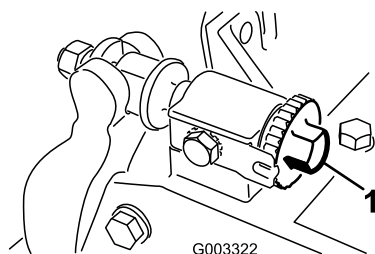
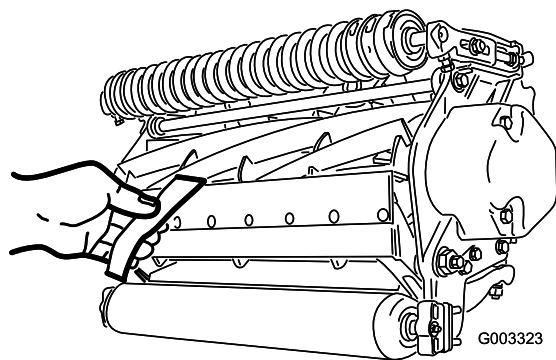

Figura 12
Figura 13
1. Coloque a máquina numa superfície de trabalho plana e nivelada. Não deixe que haja contacto com o cilindro, rodando os parafusos de ajuste da barra de apoio no sentido contrário ao dos ponteiros do relógio (Figura 12).
Importante: Certifique-se de que as porcas nos parafusos da extremidade traseira da barra de apoio não estão apoiadas na superfície de trabalho (Figura 12).
3. Numa das extremidades do cilindro, introduza uma tira de jornal entre o cilindro e a lâmina de corte (Figura 13). Enquanto roda ligeiramente o cilindro para a frente, rode o parafuso de ajuste da barra de apoio (Figura 12) no sentido dos ponteiros do relógio na mesma extremidade do cilindro, uma posição de cada vez, até que o papel esteja ligeiramente apertado, quando inserido pela parte dianteira, paralela à lâmina de corte. Quando puxar o papel, sentirá uma ligeira pressão.
5. Depois de ajustar, verifique se o cilindro aperta o papel quando este for inserido pela frente e se corta o papel quando este for inserido num ângulo recto, relativamente à lâmina de corte (Figura 13). Deve ser possível cortar o papel ao mínimo contacto com a lâmina de corte e as lâminas do cilindro. Se for evidente contacto/pressão excessivos será necessário voltar a polir a unidade de corte para obter pontas afiadas, imprescindíveis para um corte de precisão (consulte o manual de afinação de cilindros e cortadores rotativos Toro, Formulário N.º 80-300PT).